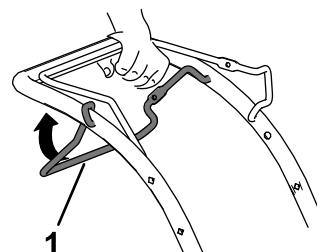

Figura 12
- Per innestare la trazione automatica, tirate la barra della trazione automatica verso la stegola e mantenetela in posizione (Figura 12).